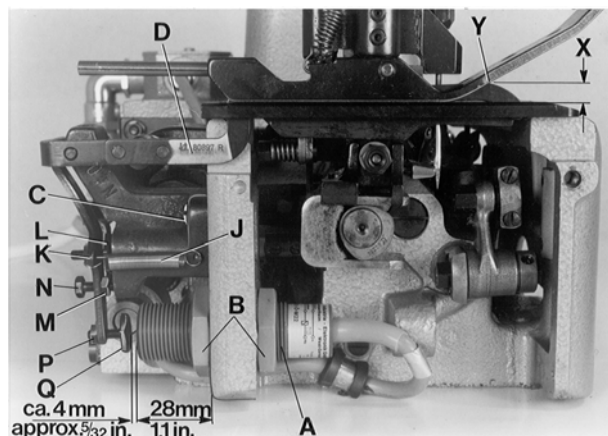
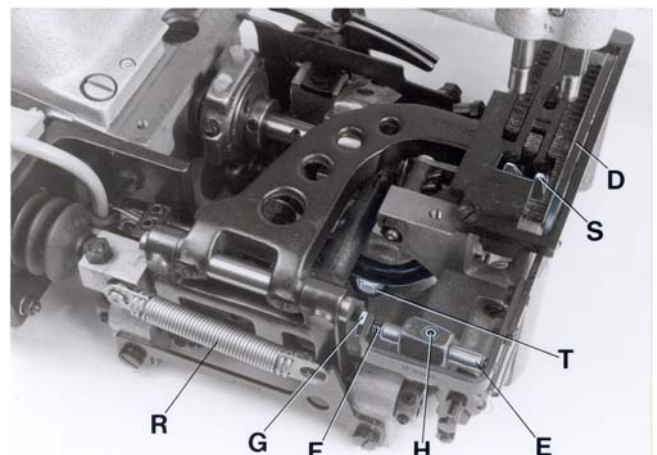

Fig. 14
Fig. 15
Remove cloth plate and left end cover. Mount the electronic proximity switch (A, Fig. 14) to the dimension of 28 mm (1.1"), as shown in Fig. 14.
The feeler (D, Figs. 14 and 15) is adjusted initially with the two fastening screws (C, Fig. 14) for the feeler support bracket. The feeler (D, Figs. 14 and 15) should not have any lateral play but should turn readily. For this, adjust the centering shaft (E, Fig. 15) with centering screw (F) and lock nut (G) accordingly. Loosen screw (H, Fig. 15) and center the feeler (D) in the throat plate and presser foot slot, by moving the centering shaft (E) laterally. The feeler must turn readily. Retighten screw (H).
Hang in tension spring (J, Fig. 14).
The feeler should be set as high as possible. The dimension (X, Fig. 14) between upper throat plate surface and upper edge of feeler at the bag entrance zone, should not be less than 7 mm (.270") on styles 80800R, RL, S and SL, and not less than 7 mm (.290") on styles 80800TL, TAL, U, UA, UL and UAL.
For adjustment loosen nut (K, Fig. 14) and turn-off screw (L), so that the head of screw does not contact the magnet in the feeler support bracket. Loosen nut (M) and turn the feeler stop screw (N) in or out, as required, to adjust the correct feeler height.
**NOTE:** When the presser foot rests on the throat plate (feed dog below throat plate), the distance between upper edge of feeler and lower edge of the feeler slot cut-out in the presser foot (see Y, Fig. 14) should be approx. 1 mm (.040") on styles 80800R, RL, S and SL, and approx. 2 mm (.080") on styles 80800TL, TAL, U, UA, UL and UAL.
Secure the set feeler height with lock nut (M, Fig. 14).
Remueva la tapa principal y la tapa final izquierda. Coloque el interruptor de aproximación (A, Fig.14) en una distancia de 28 mm (1.1") como se demuestra en la Fig. 14.
El palpador (D, Figs. 14 y 15) esta fijado inicialmente con dos tornillos (C, Fig. 14) a su soporte. El palpador (D, Figs. 14 y 15) no puede tener juego lateral, pero debe girar libremente. Para esto ajuste adecuadamente el eje central (E, Fig. 15) con el tornillo para centrar (F) y la contra-tuerca (G).
Suelte el tornillo (H, Fig. 15) y centre el palpador (D) en las ranuras de la placa de aguja y del pie moviendo el eje central (E) lateralmente. El palpador debe girar libremente. Apriete el tornillo (H) otra vez. Coloque el resorte (J Fig. 14).
El palpador tiene que ser colocado tan alto como sea posible. La distancia (X, Fig. 14) entre la superficie superior de la placa de la aguja y el borde superior del palpador en la parte donde entra el saco no debería ser menor a una distancia de 7 mm (.270") para maquinas 80800R, RL, S y SL y no menor a 7,5 mm (.290") para maquinas 80800 TL, TAL, U, UA, UL y UAL.
Para este ajuste suelte la tuerca (K, Fig. 14) y gire el tornillo (L) tanto hacia atrás hasta que la cabeza del tornillo no pueda tocar más el imán en el perno fijador del imán. Suelte la tuerca (M) y gire el tornillo tope del palpador (N) adecuadamente hasta que logre la altura correcta del palpador.
**NOTA:** Cuando el pie prensa-tela reposa en la placa de la aguja (con el transportador debajo de la placa de la aguja), debería haber una distancia de aprox. 1 mm (.040") para maquinas 80800R, RL, S y SL y aprox. 2 mm (.080") para maquinas 80800TL, TAL, U, UA, UL y UAL entre el borde superior del palpador y el borde inferior del sacado para el palpador en el pie prensa-tela (vea Y Fig. 14).
Asegure la altura del palpador con la contra-tuerca (M, Fig. 14).
The switching pressure on the feeler is set with screw (K, Fig. 14).
**NOTE:** The closer the head of screw (K, Fig. 14) to the magnet the higher the switching pressure on the feeler. Secure the position of screw (K) with lock nut (L).
The electrical switching point of the proximity switch (A, Fig. 14) is determined by screw (Q, Fig. 14). The distance between screw head and the face of the proximity switch is approx. 4 mm (5/32") (see Fig. 14), when the feeler is in home position. This distance of 4 mm (5/32") is not exactly the same for all switches. Connect the machine electrically. With feeler in home position set the proper switching point as follows:
Loosen nut (P, Fig. 14). Turn screw (Q) away from switch, until the switch switches on. Then turn screw (Q) slowly towards the switch, until the switch switches off. Now turn screw (Q) a further 1/2 turn towards the switch. Secure this position of screw (Q) with lock nut (P).
When the solenoid on styles 80800R and S or the air cylinder on styles 80800RL and SL for the chain cutter (S, Fig. 15) is not activated and the chain cutter is in its home position below the throat plate, the knife tips of the chain cutter (S) should be positioned 0.5 mm (.020") below the throat plate top surface.
To obtain this setting, adjust the knife lever stop screw with lock nut (T, Fig. 15) in the bottom of the bed casting accordingly. The slotted thread end of screw (T) is accessible from the bottom of the bed casting for adjustment.
In cutting position, above the throat plate, the cutting edges of the chain cutter (S, Fig. 15) should overlap by 0.3 mm (.012") to assure a proper thread chain cutting.
On styles 80800R and S with solenoid operated chain cutter the core of solenoid (C, Fig. 16) must rest firmly on the solenoid (D) while adjusting the overlapping of the knife cutting edges of the chain cutter. Unhook pull-back spring (R, Fig. 15) and press the solenoid rod against the solenoid until the core of solenoid (C, Fig. 16) butts on the solenoid (D). Loosen nut (A, Fig. 16) and move clamp (B) on the solenoid rod to the left or right, until the cutting edges overlap approx. 0.3 mm (.012"). Retighten nut (A) and replace pull-back spring (R, Fig. 15).
La presión del interruptor en el palpador se ajusta con el tornillo (K, Fig. 14).
**NOTA:** Cuánto más cerca se encuentre la cabeza del tornillo (K, Fig. 14) al imán, tanto mayor es la presión del interruptor en el palpador. Asegure la posición del tornillo (K) con la contra-tuerca (L).
El punto de activación del interruptor de aproximación (A Fig. 14) esta determinado con el tornillo (Q, Fig. 14). La distancia entre la cabeza del tornillo y el frente del interruptor es de aprox. 4 mm (5/32") (vea Fig. 14) cuando el palpador esta en su posición básica. Esta distancia no es exactamente igual para todos los interruptores. Conecte la máquina eléctricamente. El punto exacto de la activación se ajusta de la siguiente manera: Suelte la tuerca (P, Fig. 14). Gire el tornillo (Q) alejándolo del interruptor hasta que el interruptor se active. Después gire el tornillo (Q) hacia el interruptor hasta que el interruptor se apague. Después gire el tornillo (Q) 1/2 vuelta más en sentido hacia el interruptor. Asegure esta posición del tornillo (Q) con la contra-tuerca (P).
Cuando el solenoide en las maquinas 80800R y S y en las maquinas 80800RL y SL el cilindro neumático de la tijera (S, Fig. 15) para la cadeneta no esté activado y la tijera esté en su posición básica debajo de la placa de la aguja, los bordes superiores de las cuchillas de la tijera deberían encontrarse aprox. 0,5 mm (.020") debajo de la placa de la aguja.
Ajuste para esto el tornillo tope para la tijera con la contra tuerca (T, Fig. 15) en el fondo de la cama de la maquina. En posición de corte encima de la placa de aguja, las cuchillas de la tijera (S, Fig. 15) deberían solaparse aprox. 0,3 mm (.012") para asegurar un corte limpio de la cadeneta.
En las maquinas 80800R y S con la tijera activada por solenoide, el nucleo del solenoide (C, Fig. 16) tiene reposar firmemente contra el solenoide mientras se ajuste el solapado de la hojas de la tijera. Suelte el resorte (R, Fig. 15) y presione el perno del solenoide contra el solenoide hasta que el nucleo del solenoide (C, Fig. 16) este plano con el solenoide (D). Suelte la tuerca (A, Fig. 16) y mueva la abrazadera (B) en el perno del solenoide hacia la izquierda o derecha, hasta que las hojas de la tijera se solapan aprox. 0.3 mm (.012"). Apriete la tuerca (A) otra vez y coloque el resorte (R, Fig. 15).
On styles 80800U and UA with solenoid operated taper cutter, the core of solenoid (C, Fig. 16) must rest firmly on the solenoid (D, Fig. 16) while adjusting the overlapping of the knife cutting edges of the tape cutter. Unhook pull-back spring (R, Fig. 15) and press the solenoid rod against the solenoid until the core of solenoid (C, Fig. 16) butts on the solenoid. Loosen nut (A, Fig. 16) and move clamp (B, Fig. 16) on the solenoid rod to the left or right until the cutting edges overlap approx. 0.3 mm (0.012 in.). Retighten nut (A) and replace pull-back spring (R, Fig. 15).
En las máquinas 80800U y UA con cortador de cinta activado por solenoide, el núcleo del solenoide (C, Fig. 16) tiene que reposar firmemente contra el solenoide (D, Fig. 16) mientras se ajusta el solapado de las hojas cortantes del cortador. Suelte el resorte (R, Fig. 15) y presione el perno del solenoide contra el solenoide hasta que el núcleo del solenoide (C, Fig. 16) reposa contra el solenoide. Suelte la tuerca (A, Fig. 16) y mueva la abrazadera (B, Fig. 16) en el perno del solenoide hacia la izquierda o la derecha hasta que los bordes cortantes del cortador se solapan aprox. 0.3 mm (0.012"). Apriete la tuerca (A) y coloque el resorte (R, Fig. 15) otra vez.